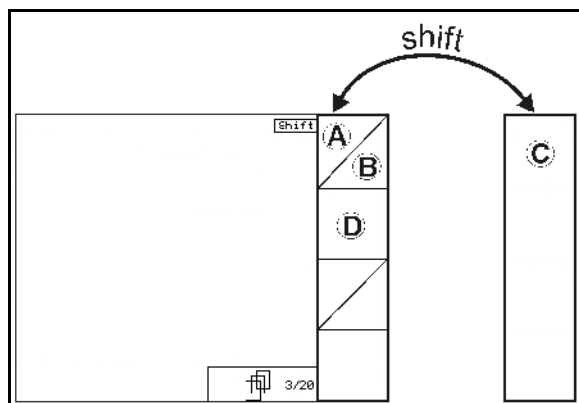

Fig. 10
- När du trycker på shift-knappen visas fler funktionsrutor (Fig. 10) och funktionsknapparnas funktion ändras.